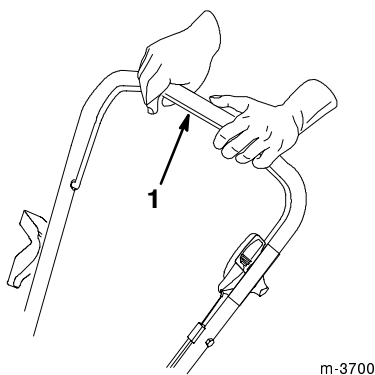

Figure 16
4. Serrer la barre de commande contre la poignée (Fig. 16).